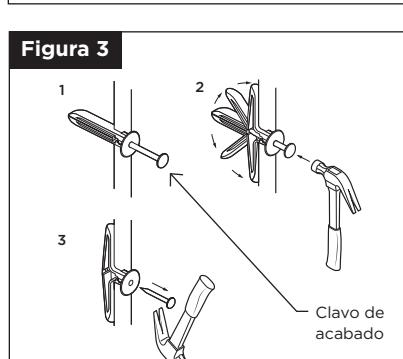

Figura 3
- Para asegurar el anclaje, inserte el clavo de acabado en el anclaje y golpee ligeramente con un martillo, aproximadamente a 1 pulgada de profundidad (Figura 3).
- Retire el clavo de acabado del anclaje antes de instalar la placa de montaje (Figura 3).